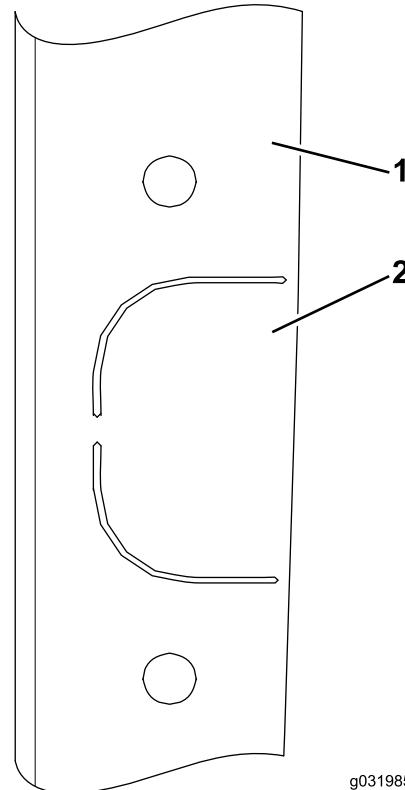

Figure 48
- A l'aide d'un outil de coupe, retirez la forme prédécoupée sur la plaque latérale (Figure 48).